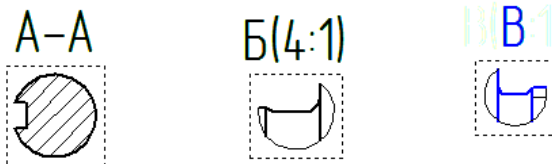

Рис. 44
**Масштаб 4:1**, и щелкнуть в свободном месте на листе (см. рис. 44).